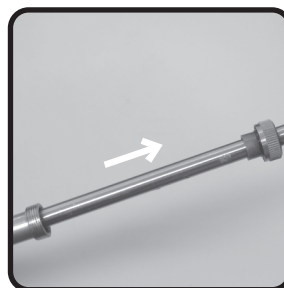

fig. 09
6. Retirar a haste, conforme fig. 09.